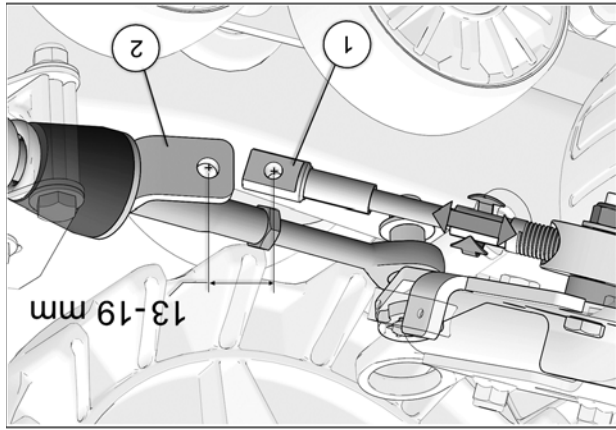

Fig. 27
16. Tourner le volant du véhicule au maximum de la course du côté gauche. En maintenant une pression au volant, ajuster le câble (en vissant ou dévissant pour ajuster la longueur). Voir la Fig. 27
17. Obtenir une distance de 13-19mm du centre de l'extrémité du câble (1) au centre de l'extrémité du support de fixation (2). Voir la Fig. 27